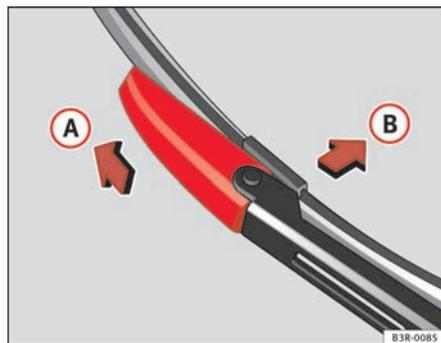

Fig. 169 Extrair a escova
- Desloque o elemento de bloqueio da escova na direcção da seta ⇒ fig. 169 (A). Segure ao mesmo tempo a escova.
- Retire a escova (B) do alojamento do braço do limpa pára-brisas.